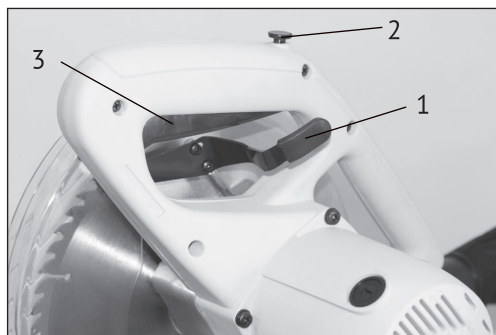
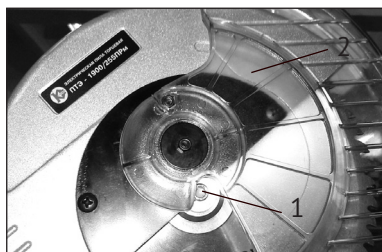
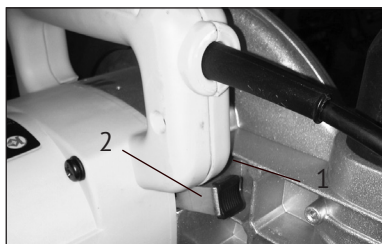

рис.2
рис.3
рис.4
- включение/выключение пилы осуществляется нажатием на рычаг блокировки подвижного защитного кожуха (рис.2 поз.1) и последующим нажатием на кнопку блокировки от случайного включения (рис.2 поз.2) и на выключатель (рис.3 поз.3);
-разблокируйте подвижный защитный кожух, нажав на рычаг блокировки (рис.2 поз.2). Затем, поднимая вверх подвижный защитный кожух, совместите специальный паз на кожухе со шпинделем (рис.3 поз.2). Заблокируйте вращение шпинделя нажатием кнопки фиксации, расположенной на корпусе редуктора (рис.4 поз.2);